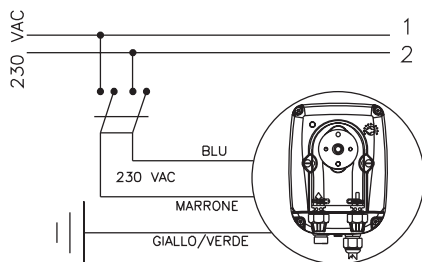

Fig. 4
1. Assicurarsi che la stessa sia disattivata elettricamente (entrambe le polarità) staccando i conduttori dai punti di contatto della rete attraverso l'apertura dell'interruttore onnipolare con distanza minima tra i contatti di mm 3 (Fig. 4).
- b.- Rispettare le norme in vigore nei diversi paesi per quanto riguarda l'installazione elettrica (Fig. 4).